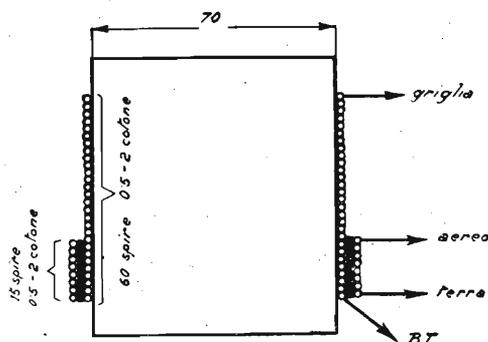

Fig. 5 - Trasformatore d'aereo (filo 0,5 - 2 cotone).
- 1 L_1 — trasformatore ad alta frequenza (vedi fig. 5).